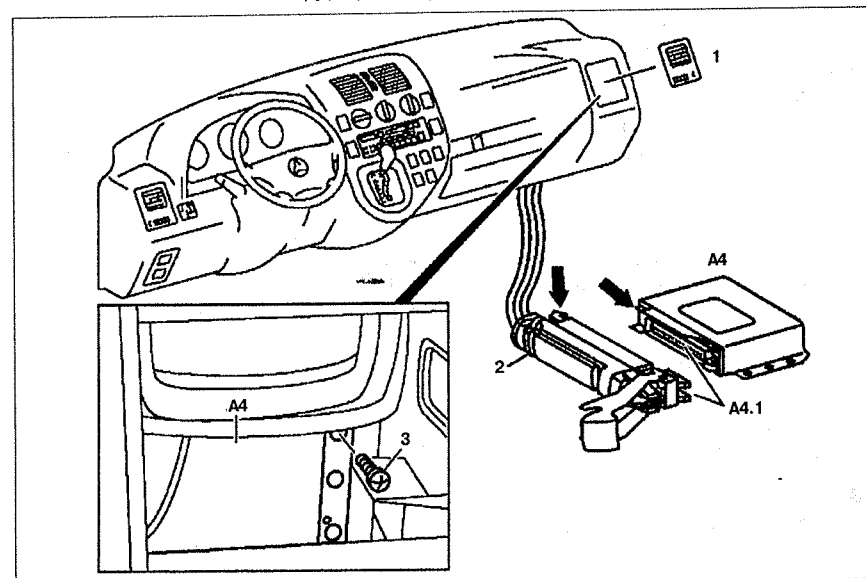

Рис. 6.57. Блок управления АКПП: 1. Правый дефлектор, 2. Разъем проводки, 3. Болт, А4. Блок управления АКПП, А4.1. Разъем проводки.
2. Снимите правый дефлектор 1 (см.рис.6.57).